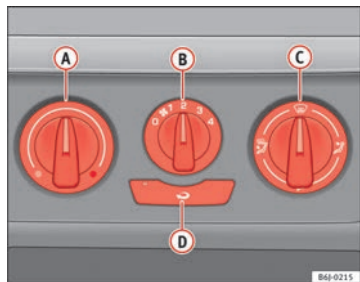

Fig. 91 Mandos de la calefacción en el tablero de instrumentos
- Con los reguladores **A** y **C** y con el mando **B** ⇒ fig. 91 se regula la temperatura, la distribución del aire y la velocidad de la turbina.